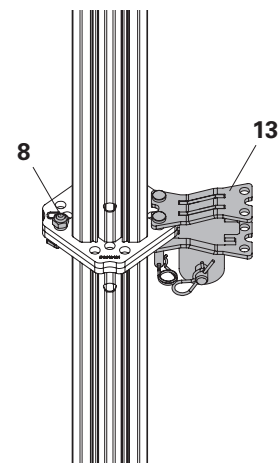

Fig. A5.01b
Se si monta l'attacco puntello di stabilizzazione MPR in modo permanente, è sufficiente una vite con dado MP (8) sul lato opposto rispetto all'attacco. (Fig. A5.01b)